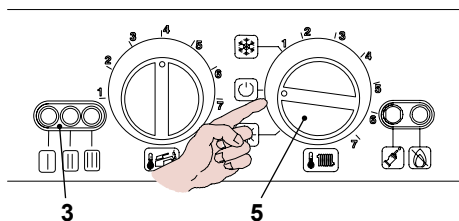
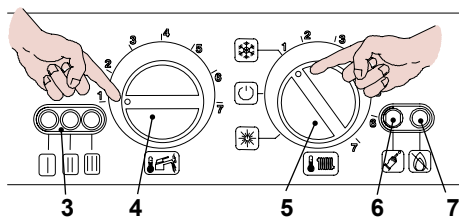
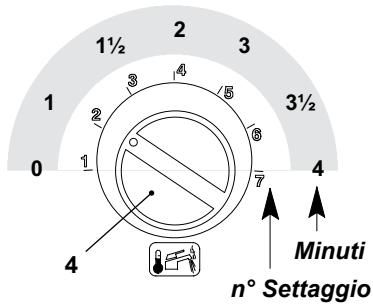

Figura 5.28
Figura 5.29
Figura 5.31
- Per settare il tempo di frequenza di riaccensione le spie di segnalazione 3 in Figura 5.29 devono essere visualizzate come in Figura 5.25 (leggenda spie a pag. 7)
- Se non si visualizza questa sequenza premere il pulsante di ripristino 6 in Figura 5.29 tante volte fino alla visualizzazione.
Per visualizzare il settaggio impostato tenere premuto il pulsante di ripristino 6 in Figura 5.29 per circa 5 secondi. Le spie di segnalazione 3 in Figura 5.29 lampeggeranno un numero di volte pari al settaggio (Figura 5.26).
- Per cambiare il settaggio ruotare la manopola regolazione temperatura sanitari 4 in Figura 5.29 e posizionarla sul tempo prescelto Figura 5.26 (nella figura es. manopola settata per frequenza di riaccensione di tre minuti), la lampada di segnalazione blocco 7 in Figura 5.29 lampeggia velocemente.
Per memorizzare il settaggio premere il pulsante di ripristino 6 in Figura 5.29 per circa 5 secondi, le spie di segnalazione 3 in Figura 5.28 lampeggiano tutte quante simultaneamente come in Figura 5.27 (leggenda spie a pag. 7)
Posizionare il selettore 5 come indicato in Figura 5.28 per uscire dalla programmazione.
- Alimentate elettricamente la caldaia azionando l'interruttore bipolare previsto nella installazione; la lampada di segnalazione 3 in Figura 5.29 lampeggia ogni 4 secondi
- Posizionare il selettore 5 come indicato in Figura 5.29; la lampada di segnalazione 3 lampeggia ad intermittenza circa ogni 2 secondi.
- Tenere premuto il pulsante di ripristino 6 in Figura 5.29 per circa 10 secondi, la lampada di blocco 7 in Figura 5.29 inizierà a lampeggiare.
- Per settare il tempo di postcircolazione della pompa le spie di segnalazione 3 in Figura 5.29 devono essere visualizzate come in Figura 5.30 (legenda spie a pag. 7)
- Se non si visualizza questa sequenza premere il pulsante di ripristino 6 in Figura 5.29 tante volte fino alla visualizzazione (1 volta).
Per visualizzare il settaggio impostato tenere premuto il pulsante di ripristino 6 in Figura 5.29 per circa 5 secondi. Le spie di segnalazione 3 in Figura 5.29 lampeggeranno un numero di volte pari al settaggio (Figura 5.31).
- Per cambiare il settaggio ruotare la manopola regolazione temperatura sanitari 4 in Figura 5.29 e posizionarla sul tempo prescelto Figura 5.31 (nella figura es. manopola settata per postcircolazione di un minuto), la lampada di segnalazione blocco 7 in Figura 5.29 lampeggia velocemente.